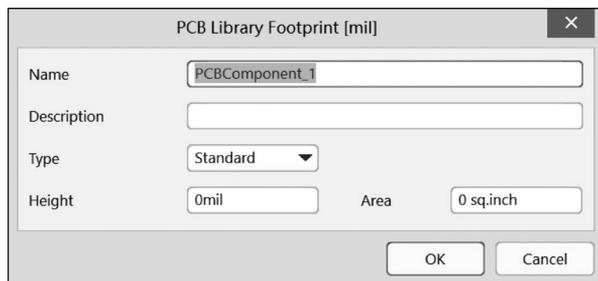

图 3-9 Component Properties 命令打开库文件对话框
- Component Properties: 执行该命令后,打开库元件对话框,如图 3-9 所示。